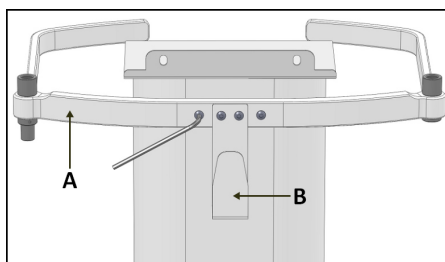

Рисунок 3-3 Вертикальная опора (вид сзади) во время монтажа защитных перил (А). Монтаж подвески для шлангов (В).
- Установите защитные перила вместе с подвеской для шлангов и прикрутите их четырьмя 4-мм винтами типа *Allen*, используя гекс-инструмент (рисунок 3-3).